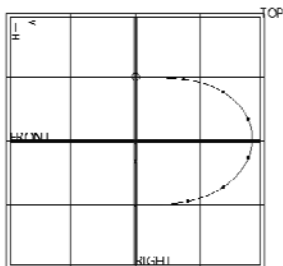

图 8-63 编辑好的平面曲线 1
- 9 使用鼠标左键对平面曲线 1 的相关内部点进行适当拖动，以调整曲线的形状。基本调整好的曲线效果如图 8-63 所示。